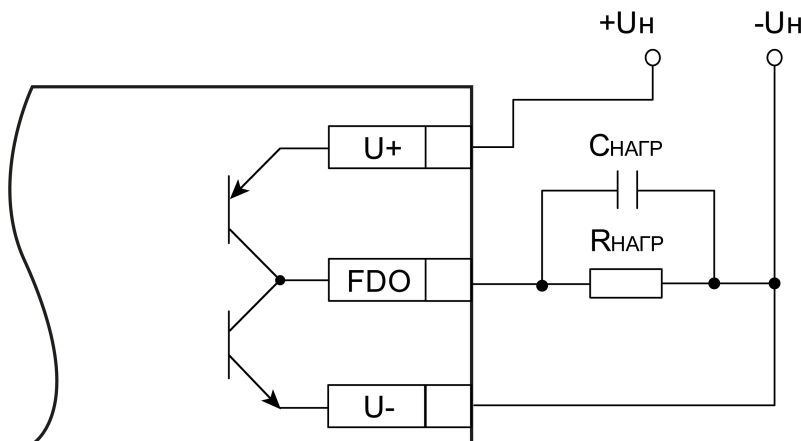

Рисунок 5.16 – Схема подключения нагрузки в режиме включения «верхний и нижний ключи»
- верхний и нижний ключи (рисунок 5.16) – для коммутации нагрузки с большей емкостью и меньшим током (менее 100 мА).